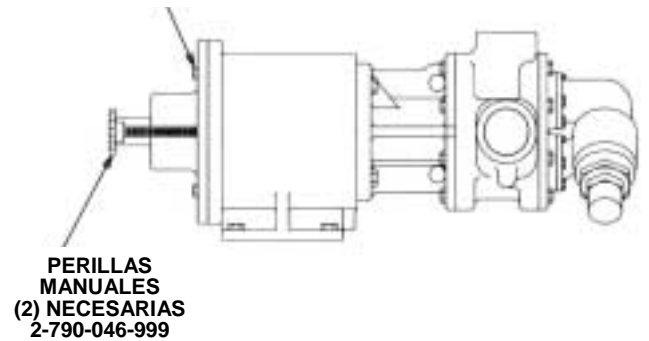

FIGURA 7
1. Si la unidad tiene un acoplamiento separador, el soporte del acoplamiento puede quedar atornillado a la base. Si no tiene acoplamiento separador, tendrá que retirar el reductor o destornillar el acoplamiento. Retire los tubos hacia la bomba, dejando un huelgo de 4" mínimo en el extremo del eje del acoplamiento. Inserte (2) perillas manuales de 5" U.N.C. con un mínimo de 4,5" de rosca en los dos agujeros tapados en las posiciones de 9 y 3:00 en la parte de atrás de la guarnición de cojinete. Retire los (4) tornillos de 0,375". Ver Figura 7.